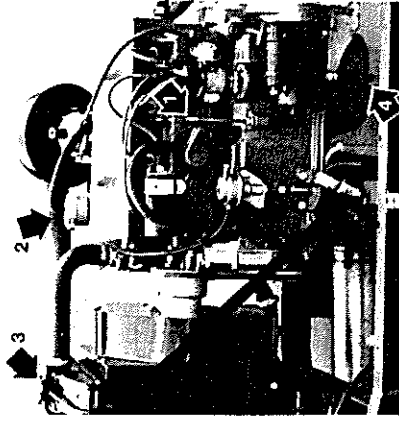

Bild 5. Olje- och kylvätskepåfyllning
Motorns smörjolja skall bytas var 100:e drifttimme. Under inkörningsperioden skall oljan bytas efter de första 25 drifttimmarna. Avtappning sker genom proppen(4) i vevhusunderdelens botten och påfyllning i påfyllningshålet(2) i ventilkåpan. (se bild 5).